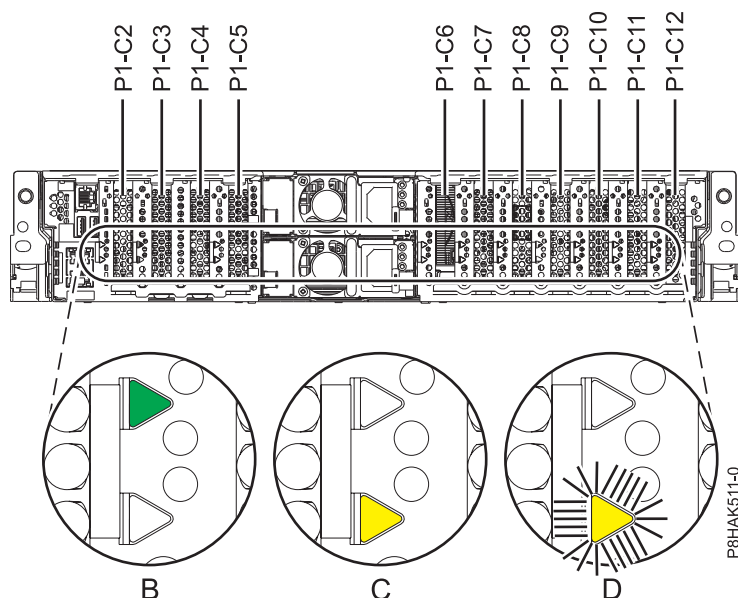

Figure 24. Emplacements des cartes PCIe et emplacements des voyants sur le système 5148-21L, 5148-22L, 8247-21L, 8247-22L, 8284-21A ou 8284-22A
Si vous intervenez sur une carte PCIe défectueuse, recherchez le voyant orange qui clignote sur cette carte PCIe pour identifier le composant défectueux. Voir la section figure 24 qui décrit les états des voyants. Notez que le voyant jaune correspondant à la carte PCIe défectueuse **clignote**, comme illustré dans (D) dans la figure 24.
Avvertissement : Si la carte PCIe fonctionne normalement, le voyant d'activité est **fixe** (vert) et le voyant d'erreur est **éteint** (orange), comme illustré dans (B) dans la figure 24. Ne tentez pas de retirer la carte PCIe en cours de fonctionnement.